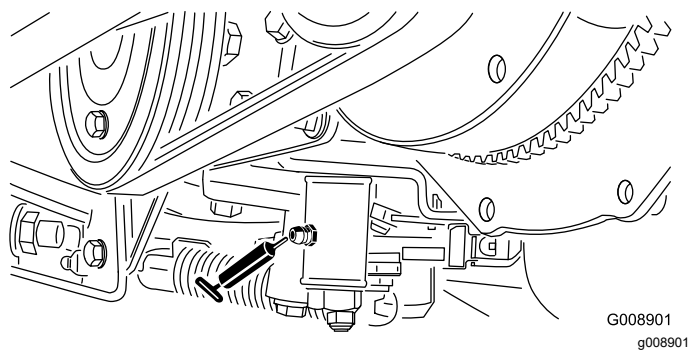

Figure 40
- Mécanisme de réglage du point mort (Figure 40)